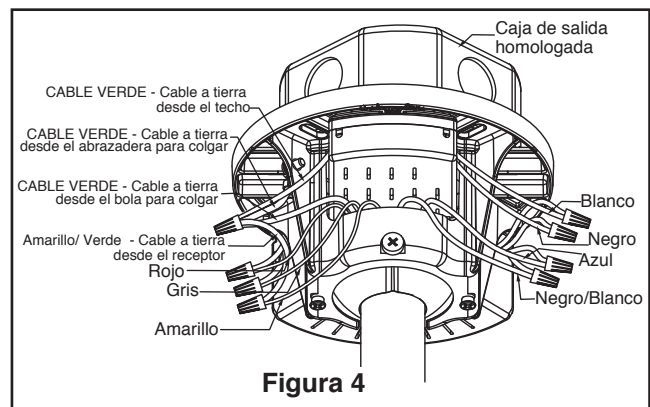

Figura 4
4. Coloque el soporte de la varilla y alinee los orificios de la clavija de horquilla en ambas piezas. Instale la clavija de horquilla y asegúrela con la pinza de horquilla. Fije los dos tornillos de presión y las tuercas de seguridad en el soporte de la varilla interior. (Figura 4)
4. Levante cuidadosamente el ventilador y coloque el ensamble de la bola para colgar/varilla en la abrazadera para colgar que acaba de fijar a la caja de salida. Asegúrese de que la ranura de la bola esté alineada con la lengüeta de la abrazadera para colgar. (Figura 4)
5. Fije el cable de seguridad al cable de soporte para techo. Deslice la abrazadera de cables por el cable de seguridad (del ventilador). Pase el extremo del cable a través del aro que forma el cable de soporte para techo. Tire lo más posible del cable a través del aro. Inserte el extremo del cable en el orificio de la abrazadera y ajuste firmemente el tornillo. (Figura 4)
3. Cuando haya realizado la conexión, fije el dosel para cubrir el receptor y el soporte colgante. Teniendo cuidado de no pillar los cables y ponga los cables blancos y verdes en un lado y los cables negros hacia el otro lado. Los cables deben ser colocados de forma extendida poniendo el conductor de la toma de tierra y el conductor de toma de tierra del equipo a un lado de la caja, colocando el conductor sin toma de tierra en el otro lado. (Figura 4)
4. Instale la unidad de luz LED utilizando los tornillos que retiró en el paso 3A. (Figura 4)
6. **Configuración del mando a distancia y proceso de configuración de la velocidad (RPM): (Figura 4)**